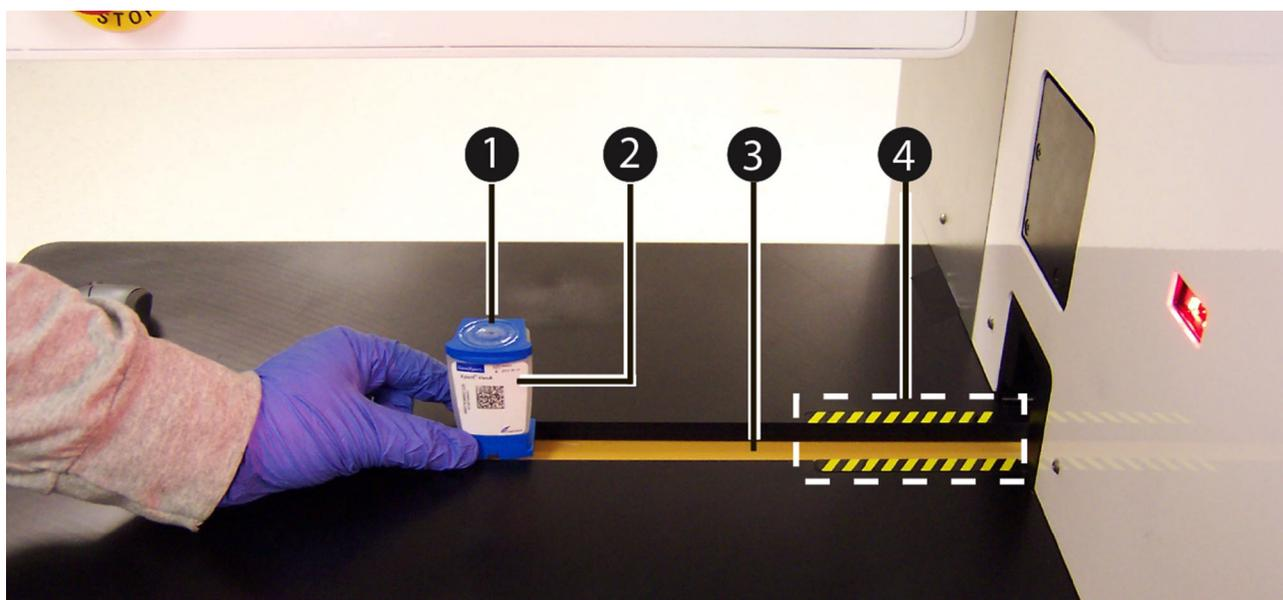

图 5-182. 将检测盒放在传送带上
5. 如图 5-182所示，将检测盒 (1) 放在黄黑相间线 (4) 外侧的传送带 (3) 装入区。确保将检测盒的标签 (2) 朝向自己放在传送带上。